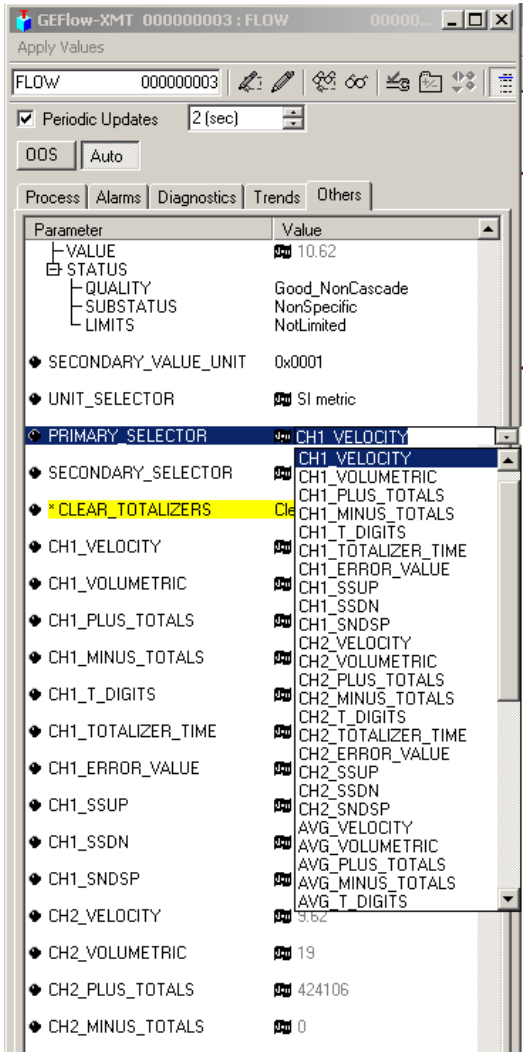

Рисунок 41: Пример настройки конфигурационной утилиты
2. Выберите вкладку **others** (другое) и откройте выпадающий список для PRIMARY_SELECTOR и SECONDARY_SELECTOR (см. рис. 41).
3. Выберите из списка единицу измерения (см. рис. 41). Эта единица будет соответствовать единицам измерения, доступным в блоке аналогового входа (AI) для сетевого подключения. Единицы измерения PRIMARY_SELECTOR (основные) будут соответствовать входу ANALOG_INPUT_1. Единицы измерения SECONDARY_SELECTOR (дополнительные) будут соответствовать входу ANALOG_INPUT_2.